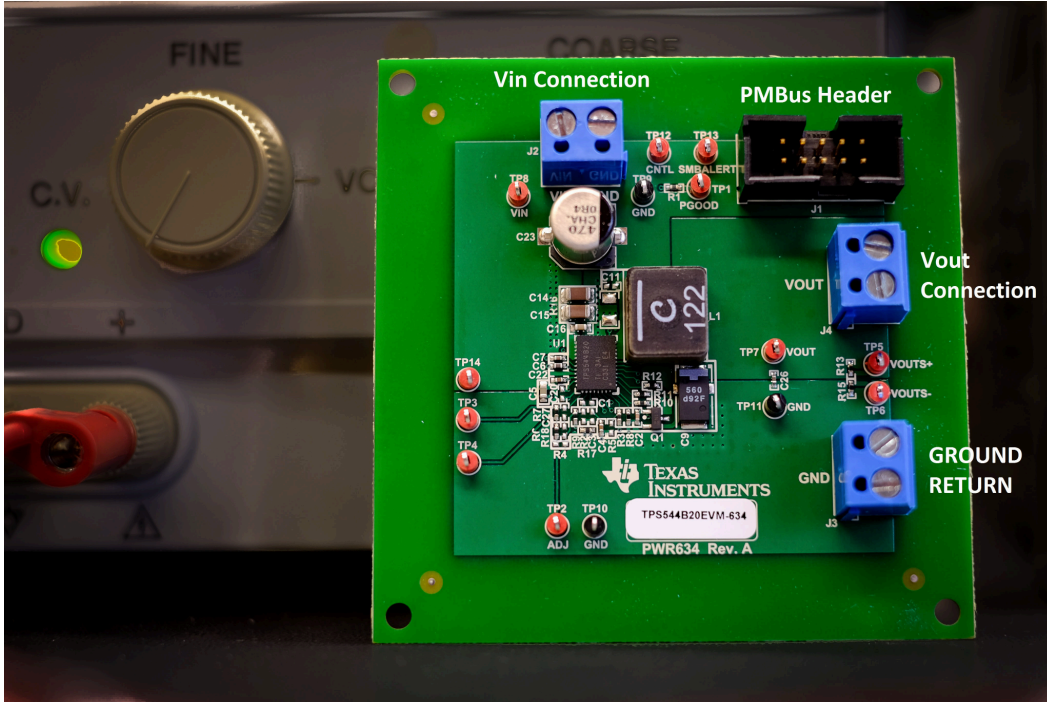

图 4-1. PWR-634EVM 概述
电压源：输入电压源 VIN 必须是能够提供至少 5 ADC 的 0V 至 14V 可变直流电源。将 VIN 连接至 J2 图 4-1。
万用表：建议使用两个单独的万用表图 4-1。一个仪表用于测量 VIN，另一个用于测量 VOUT。
输出负载：建议在测试中使用可变电子负载图 4-1。它必须在低至 0.9 V 的电压下支持 30 A。
2. 为 EVM 施加输入电压。有关连接和测试设置, 请参阅图 4-1 和图 4-2。
1. 按照节 4.3 和图 4-1 中所述设置 EVM。